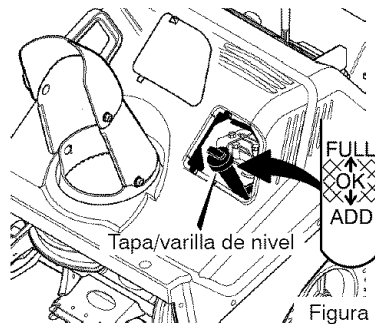

Figura 9
5. De ser necesario, añada aceite hasta la línea "FULL" (LLENO) en la tapa/varilla indicadora del nivel de aceite (vea la Figura 9). No lo llene demasiado.